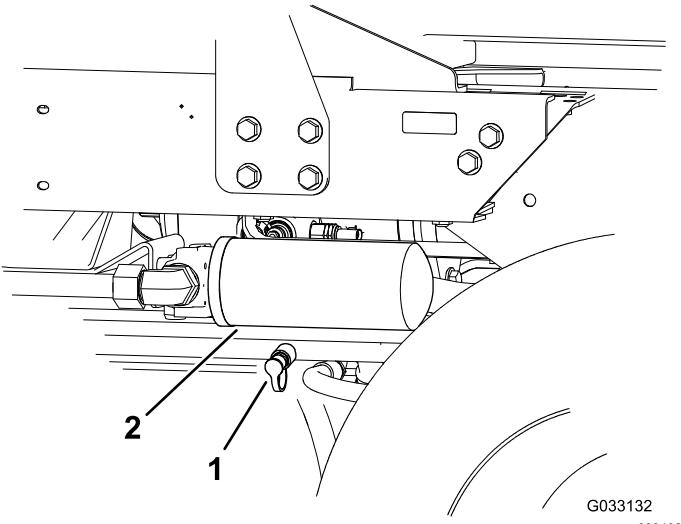

Bild 64
2. Schließen Sie einen Hydraulikschlauch zwischen dem eingebauten Diagnose-Anschlussstück im Heckantriebverteiler und dem Testanschluss für den Rückwärtisantriebsdruck (Bild 64) an.